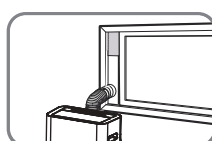

Rys. 11
4. Jeśli zajdzie taka potrzeba zainstaluj wspornik zabezpieczający za pomocą 2 śrub. (Rys. 11)